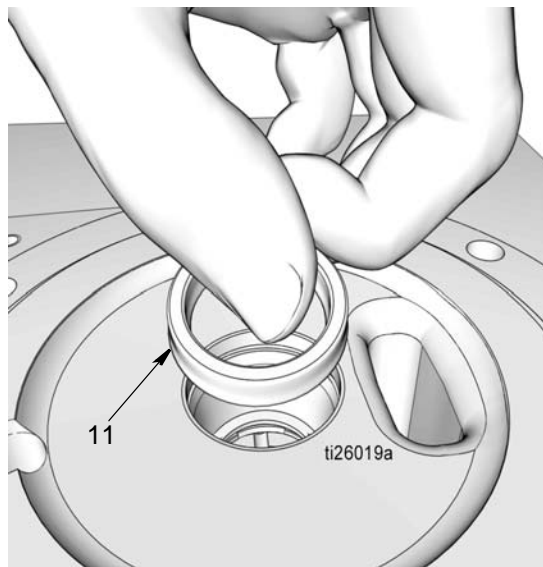

FIG. 32
- d. Installare la tenuta (11). Assicurarsi che i labbri della tenuta siano rivolte verso il basso, come mostrato in FIG. 32.